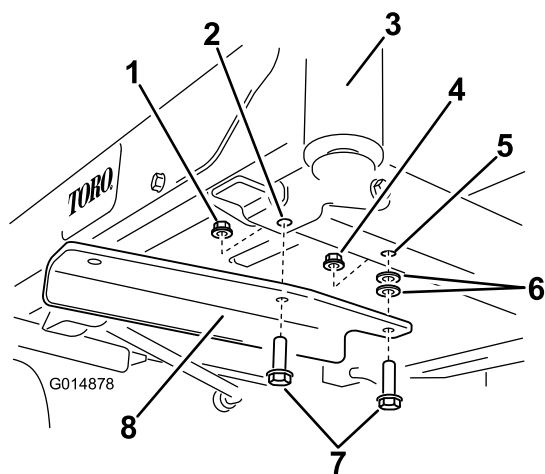

Figura 5
3. Sujete el soporte al bastidor usando dos pernos (3/8 x 1-1/4 pulgadas), dos arandelas y dos contratuercas (3/8 pulgada) (Figura 5). Utilice una contratuercas de las piezas sueltas y otra de las retiradas anteriormente.